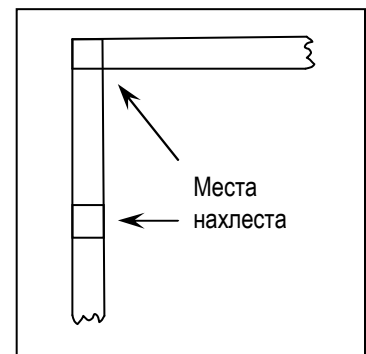
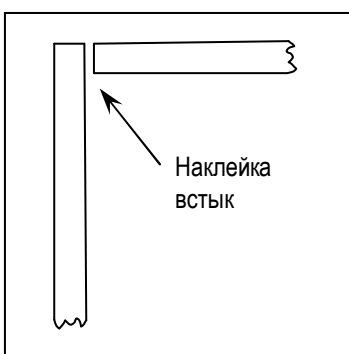

Рис. 3
Рис. 4
- При нанесении ленты внахлест, например, при выполнении углов или соединений различных участков ленты, длина нахлеста должна составлять не менее 5 см или всей ширины ленты (рис. 3). При соединении встык оба конца ленты нужно как можно сильнее придавить к поверхности во избежание их отклеивания (рис. 4).